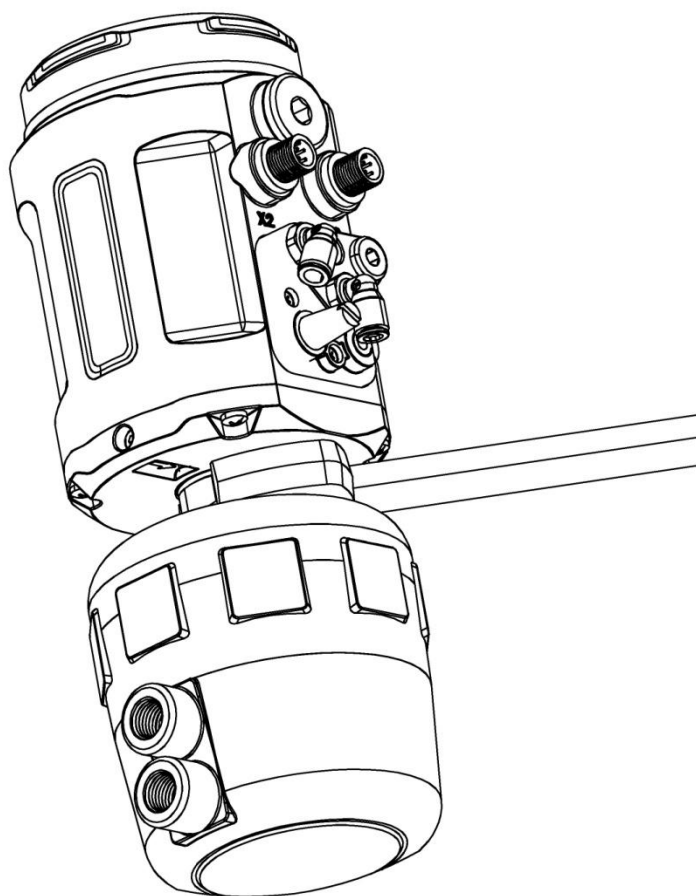

图 7. 定位器与执行器组装
- 将执行器内部阀杆升到最高位置，用 32 号扳手将定位器底部的执行器连接组件右旋入到执行器对应螺纹接口，并确保旋紧连接组件。如图 7 所示。
若需要调整定位器操作界面角度，松开 A 处的内六角紧定螺钉后（如图 7 所示），顺时针或逆时针 180° 范围内调整到需要的角度，再拧紧紧定螺钉。